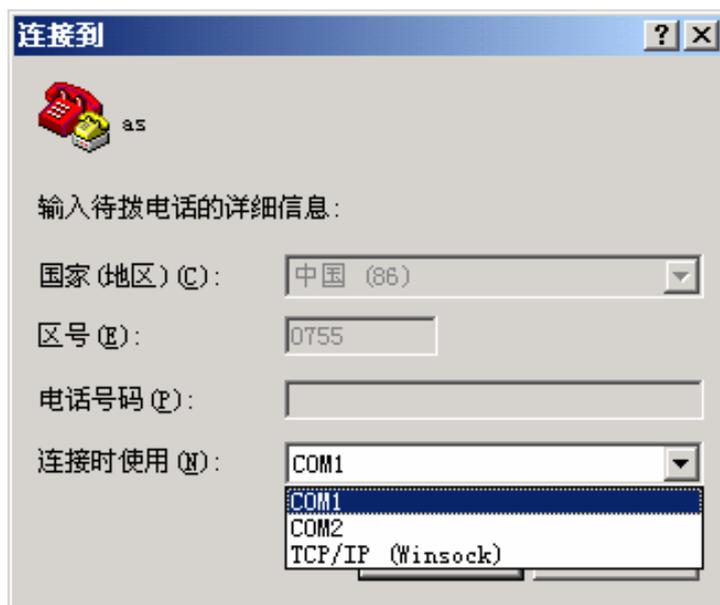

图 5-2 设置监测分站 IP 地址
(3) 选择使用 COM1 进行连接，点击确定（如图 5-2 所示）。；